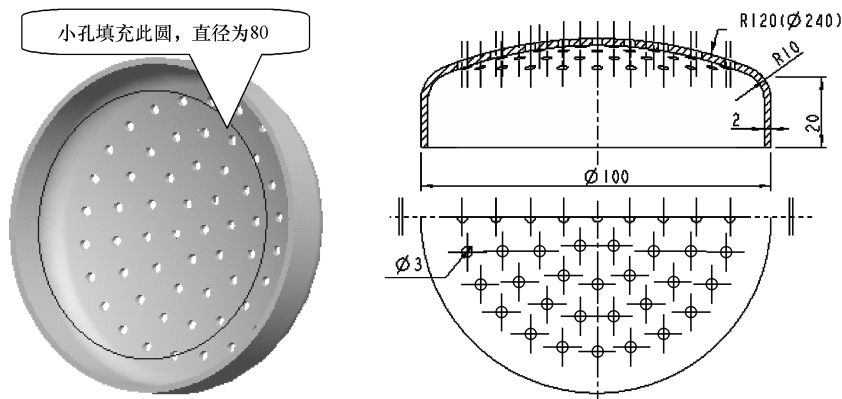

图 8-107 淋浴喷头盖模型
(2) 完成如图 8-107 所示的淋浴喷头盖模型，小孔实例间距和径向间距都是 10。